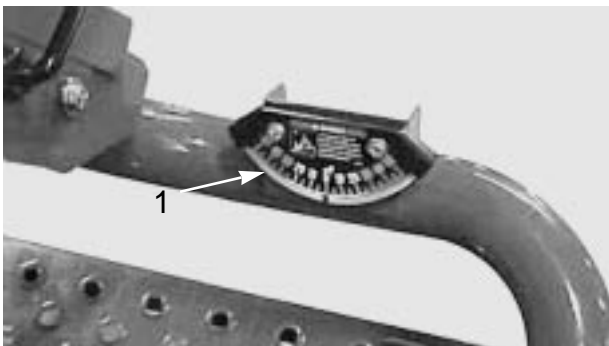

図 7
2. 機体のクロスビーム（燃料タンク脇）に携帯斜面計（付属品）を置いて、機体が水平になっていることを確認する。このとき、運転席に座った状態で、機体に装着されている傾斜計（図7）の読みが0°であれば問題ない。